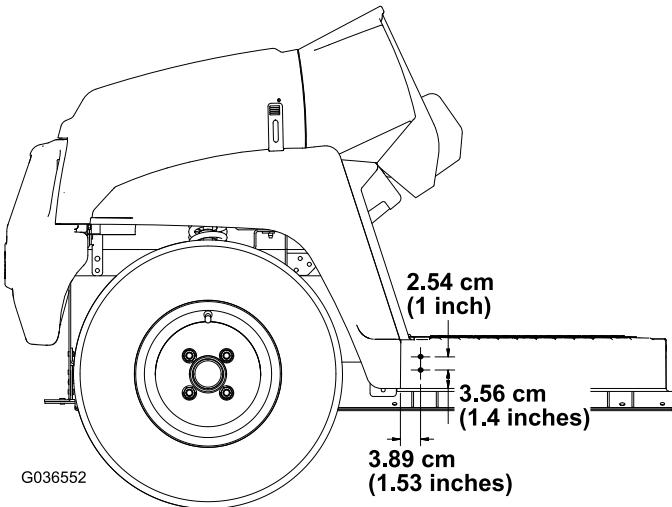

Figura 3
2. Utilizando as dimensões indicadas na Figura 3, faça 2 furos (5/16") no exterior da placa do piso nos lados esquerdo e direito da máquina.